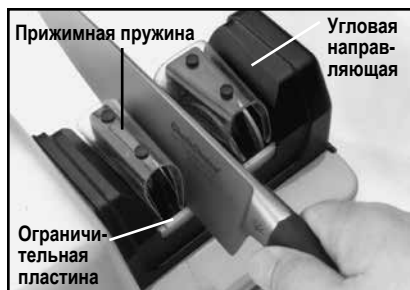

Рисунок 6. Заточка в Устройстве 1: Лезвие вставляется в паз между угловой направляющей и прижимной пружиной, чтобы оно слегка касалось ограничительной пластины.
3. Опускайте лезвие внутрь паза, одновременно медленно тяните его на себя, пока не почувствуете, что оно вступило в контакт с абразивными дисками. Во время движения лезвием вниз и на себя, убедитесь, что оно **легко** касается передней ограничительной пластины (см. Рисунок 6). Прикладывайте давление на лезвие, достаточное лишь для того чтобы оно касалось ограничительной пластины. Не оказывайте излишнего давления на лезвие, это может привести к обратным результатам. Не волнуйтесь, если лезвие ножа касается ограничительной пластины – она сконструирована таким образом, что не повредит режущую кромку.